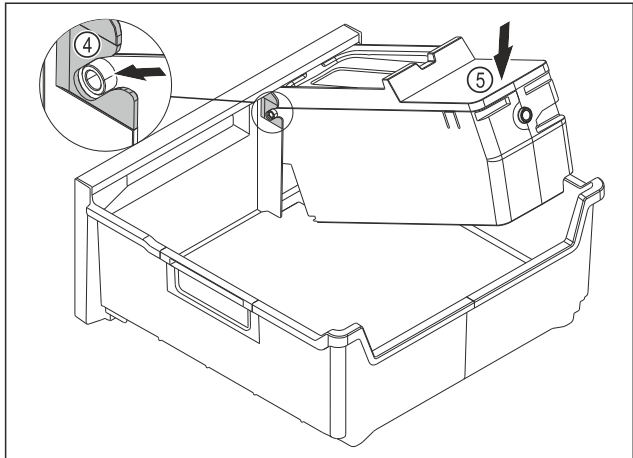

Fig. 135
- ▶ Montați corpul EasyTwist-Ice: Inserați axele corpului EasyTwist-Ice în ghidaje Fig. 135 (4).
- ▶ Apăsăți corpul EasyTwist-Ice Fig. 135 (5) în spate în jos.